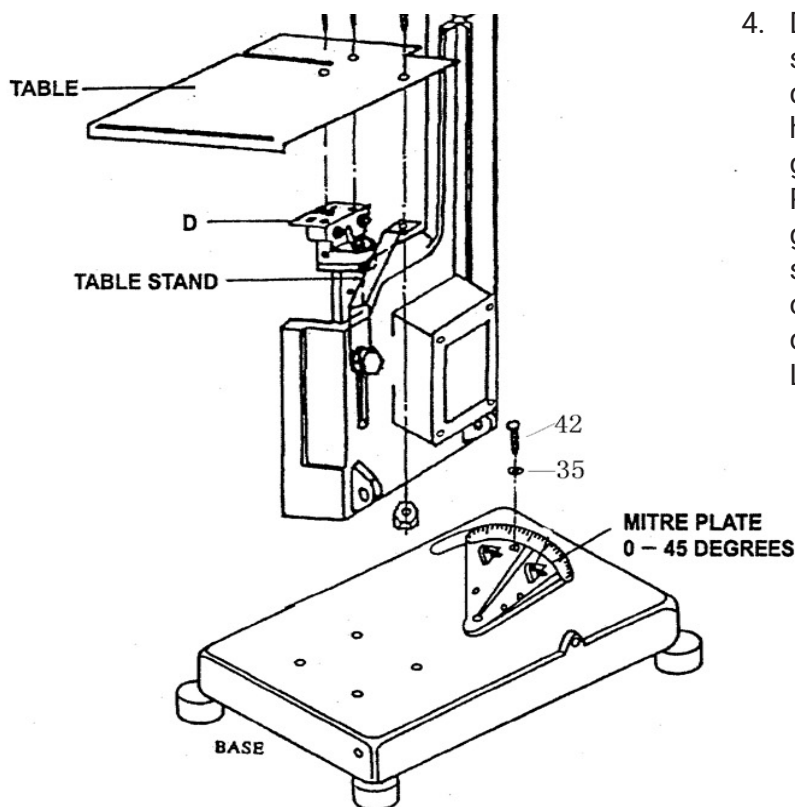

Fig. 6
5. Hvis du ønsker å kutte arbeidsstykket i en vinkel mellom 0 grader og 45 grader, løsne skruene (fig. 6, punkt 42), dreii saghodet i henhold til vinkelmålet på gjæringsplaten (deleliste, punkt W7), trekk til skruene (fig. 6, punkt 42) i ønsket posisjon og gjenta deretter trinn 1 til 4.
Montering av bordet (se fig. 6):
1. Løsne A- og B-skruene fra bladføringen. Fjern deretter platen D og monter bordstativet i henhold til bildet over, Fig.6.